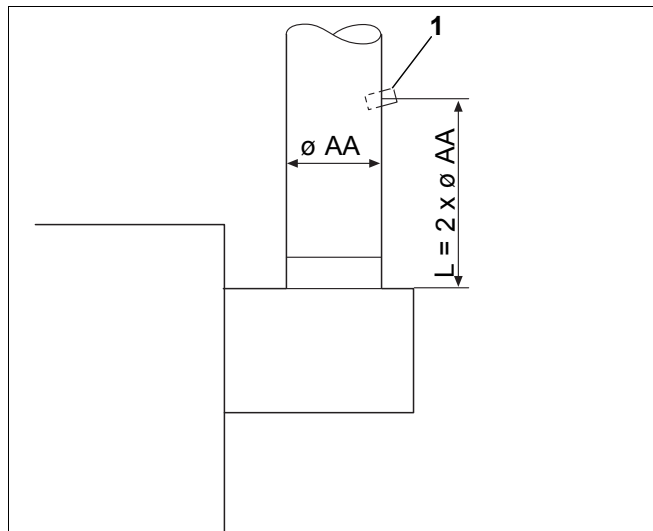

Рис. 30 Проведение замеров
Для проведения приведенных далее измерений нужно на присоединительном участке системы дымовых газов сделать отверстие для замеров (Рис. 30, **поз. 1**). Расстояние от прерывателя тяги должно быть равно двум диаметрам дымовой трубы (AA).
- Точку замера на присоединительном участке (Рис. 30, **поз. 1**) разместить на стороне, отвернутой от котла. Для этого просверлить отверстие диаметром 8 мм.